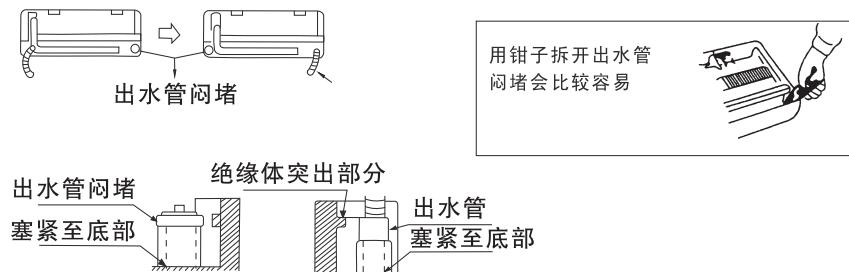

图9
- (3) 如铜管从左边引出时，需将出水管和出水管闷堵互换位置，然后如图9所示塞紧。（如果塞得不紧，冷凝水将会漏出并滴落）。